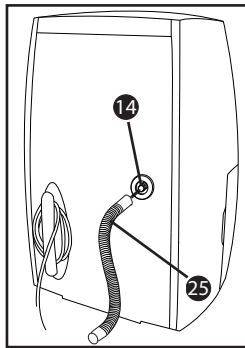

Abb. 3
- ◆ Stecken Sie entweder den mitgelieferten Schlauch **25** auf die Austrittsöffnung **14** oder schrauben Sie den EU-Gartenschlauch-Adapter **26** auf die Austrittsöffnung **14** (siehe Abbildung 3 + 4).